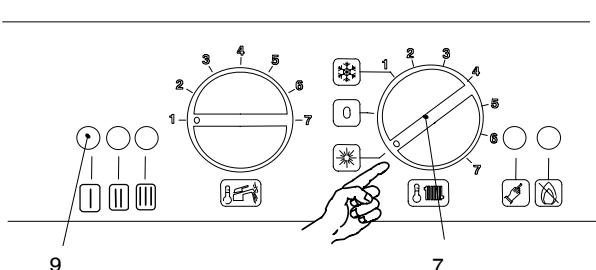

Fig. 2.5
- Если требуется только приготовление горячей воды положение переключателя 7 должно быть как на рис.2.5. Световой индикатор 9 будет моргать каждые 2 секунды (котел работает).